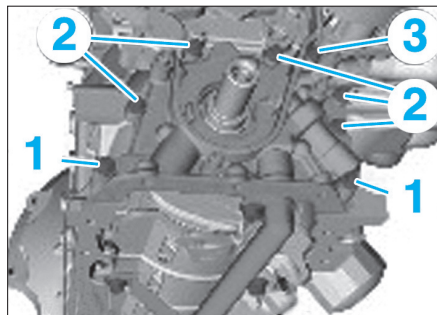

Fig. 18
- Serrer la pompe à huile dans l'ordre et au couple prescrit (Fig.18).